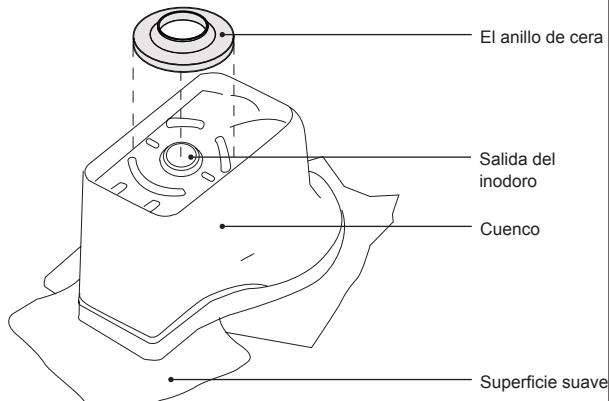

Figura 3
⚠️ Al colocar el anillo de cera sobre la salida del inodoro, la brida cónica debe estar hacia arriba (Figura 3). Este reborde cónico descansará en la abertura en el piso.
- 2 Coloque el anillo de cera sobre la abertura de salida del inodoro (Figura 3).